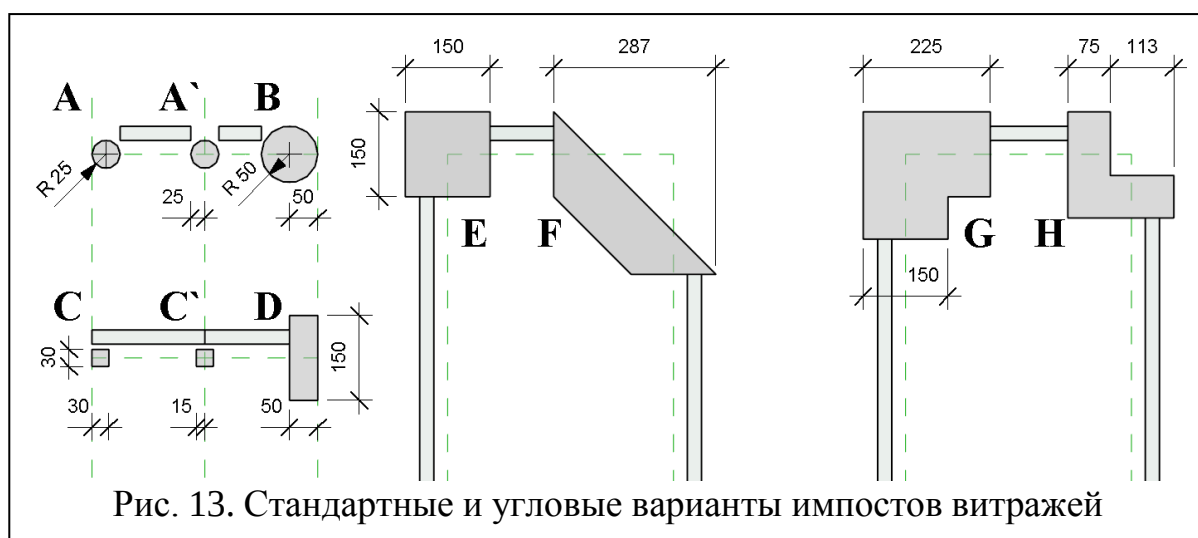

Рис. 13. Стандартные и угловые варианты импостов витражей
В «Архитектурном шаблоне» предлагается несколько стандартных вариантов для внутренних и внешних импостов (рис. 13):
- «Стандартные» – «Импост круглого сечения: Радиус 25 / 50 мм» (рис. 13 А, В), «Прямоугольный импост: 50x150 / Квадрат 30 мм» (рис. 13 С, D). В плоскости фасада стены, при добавлении к внутренним линиям сетки разрезки импост «центрируется» (рис. 13 А', С'), к крайним – смещается внутрь ячеек (рис. 13 А, В, С, D). По глубине
- «Угловые» – «Квадратный» (рис. 13 Е), «Трапецеидальный» (рис. 13 F), «L / V-импост» (рис. 13 G, H). Центруются по границе. Используются как «общая» конструкция для углового соединения